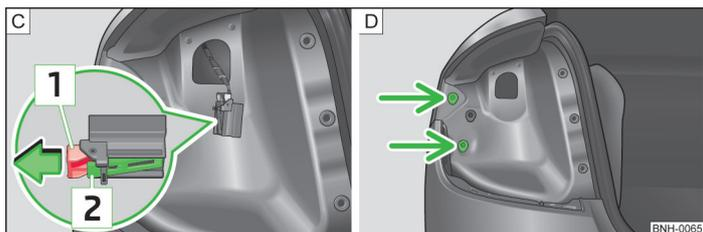
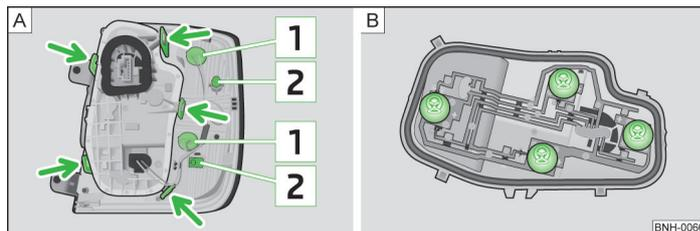

Fig. 134 Fiche de la lampe/démontage de la lampe
Fig. 135 Partie extérieure de la lampe/partie intérieure de la lampe
- Tirez sur la fiche du verrouillage **2** » fig. 134 dans le sens de la flèche.
- Appuyez sur le verrouillage **2** » fig. 134 et débranchez la fiche.
- Poussez avec précaution le bloc optique arrière dans la carrosserie de sorte que les boulons **2** » fig. 135 prennent dans les logements de la carrosserie » fig. 134 - **D**.
- Faites tourner la douille de l'ampoule **1** » fig. 135 jusqu'en butée en sens **antihoraire** et retirez-la du boîtier de la lampe.
- Déverrouillez la douille de l'ampoule au niveau des pattes de verrouillage » fig. 135 - **A** et retirez la douille de l'ampoule du bloc optique arrière.
- Faites tourner la douille de l'ampoule jusqu'en butée en sens **antihoraire** et retirez-la du boîtier de la lampe » fig. 135 - **B**.